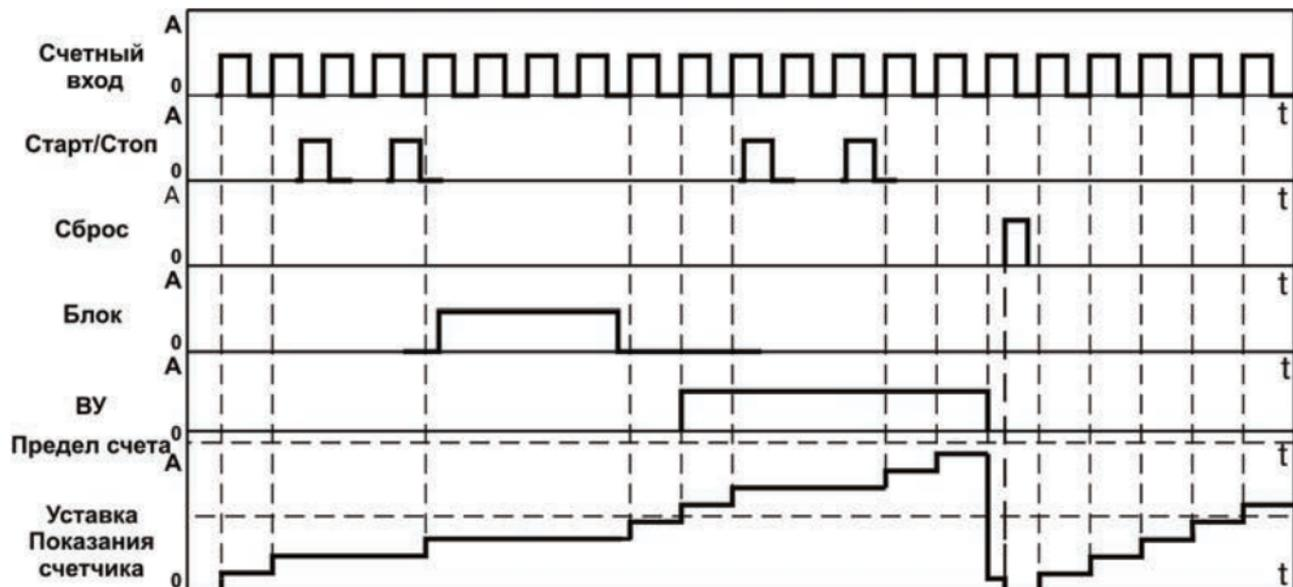

Рисунок 3.10
- тип работы по сигналу «Сброс» – «Сбросить счетчик и продолжить счет» ($rSt =Cnt$) (рисунок 3.10).